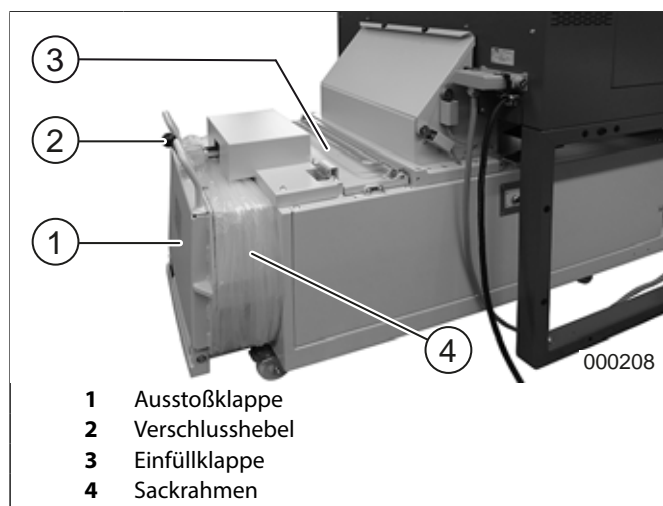

Abb. 17 Öffnen der Ausstoßklappe
1. Einfüllklappe (Abb. 17/3) öffnen.
6. Einfüllklappe (Abb. 17/3) schließen.
### Öffnen der Ausstoßklappe (Abb. 17/1):
1. Drucktaster „Öffnen Ausstoßklappe“ (Abb. 12/2) betätigen. Zur Druckentlastung an der Ausstoßklappe fährt der Press-Stempel ein kleines Stück zurück und der Verschlusshebel (Abb. 17/2) ein kleines Stück nach vorne.
1. Einfüllklappe (Abb. 17/3) schließen.
2. Ausstoßklappe (Abb. 17/1) öffnen.
4. Sack vom Sackrahmen (Abb. 17/4) abziehen.
5. Ausstoßklappe (Abb. 17/1) und falls ein Einsatz des Shredders gewünscht wird, auch die Einfüllklappe (Abb. 17/3) schließen.